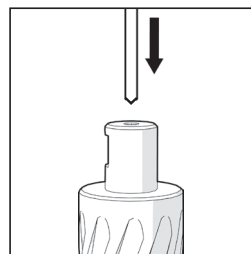

Fig. 7
- Sätt in pilotstiftet i skivan för att se till att den lätt glider igenom hålet i skivan. (**Fig.7**)